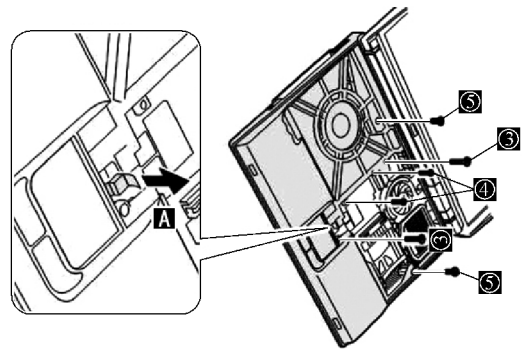

图 2-75 拆卸面板上的固定螺钉
- 2) 然后拆卸面板上的螺钉“③”、“④”、“⑤”，如图 2-75 所示。